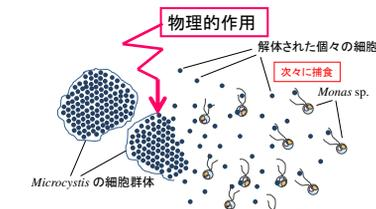

図1 細胞群体解体による捕食圧の増加
*Microcystis*は多糖質に包まれた細胞群体を形成するため周囲の捕食者（原動物、微小後生動物など）に容易に捕食されないことが大発生の一因として挙げられています。これまでの研究で、*Microcystis*の細胞群体を物理的に個々の細胞に解体した結果、原動物鞭毛虫類*Monas* sp.（モナス）〔写真3〕の捕食圧は高まり効率よく*Microcystis*が減ることを室内実験で確認しました〔図1〕。
国内サイトでは、東京都井の頭公園恩賜池の景観と水質を改善するために水質調査と図1 細胞群体解体による捕食圧の増加浄化研究を進めています。